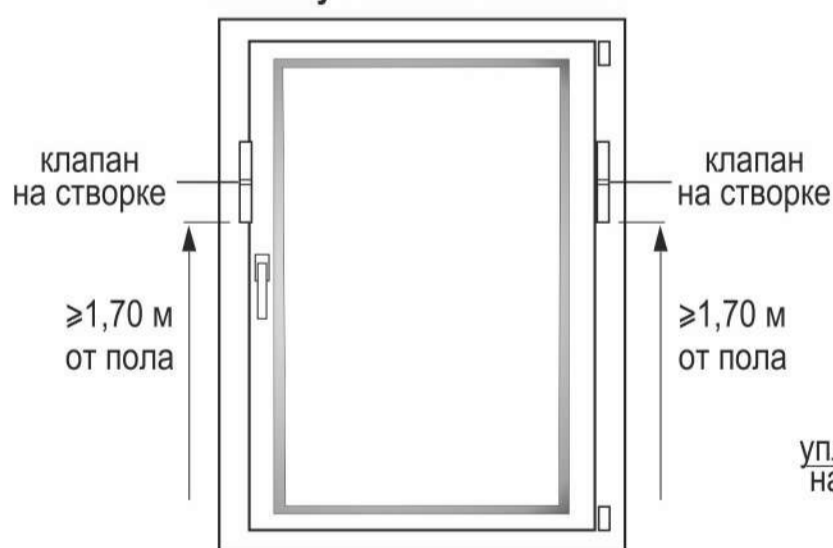

рис. 7
5. Выбрать место установки клапана на створке (рис. 7, 8). Рекомендуемая высота установки клапана не ниже 1,70 м от пола помещения.